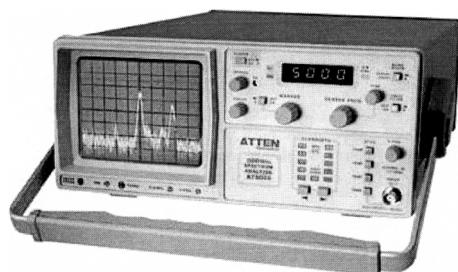

图 10-7 频谱仪外形
- (1) 用频谱仪观察遥控器的射频波形 将频谱仪的接收天线靠近接收器, 给防盗系统(或接收器)加电, 在 200 ~ 400MHz 频段内应观察到波浪状(调容式)或倒“V”状(调感式)的频谱波形, 如图 10-7 所示。如频谱仪屏幕上无任何反应, 说明接收器电路有故障。